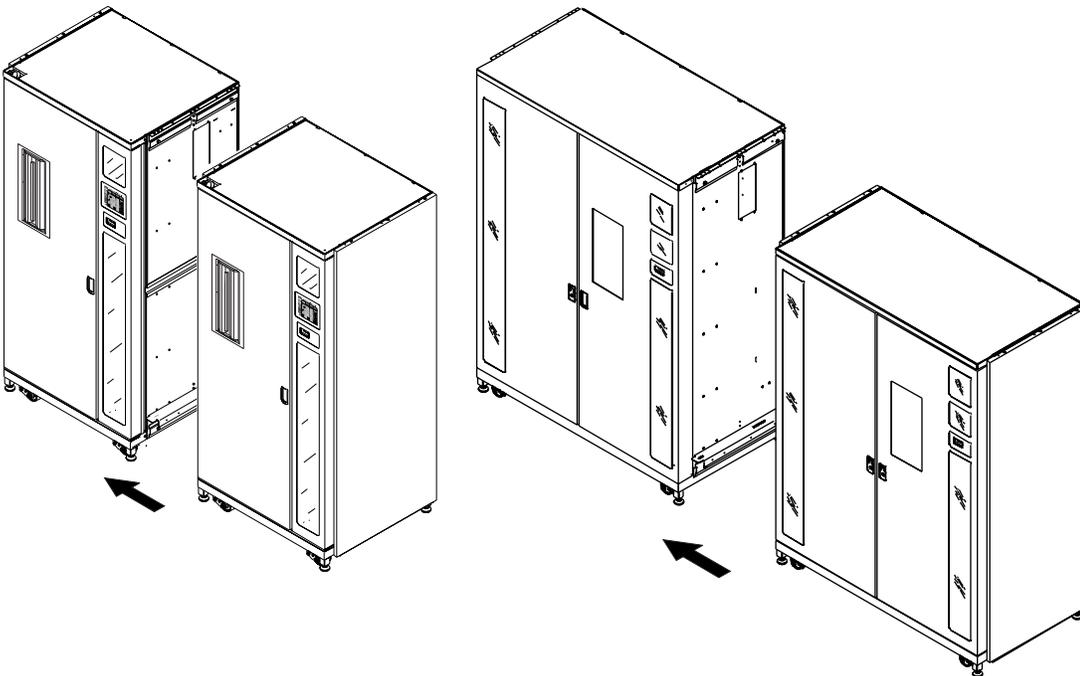

Abbildung 2-4. Verbinden der Library-Schränke
- ❶ Unteres Schrankverbindungsprofil
- ❷ Untere Montagebohrungen am Schrank (rechte Seite der Tape Library)
- ❸ Innere Abdeckung des Flachbandkabels
7. Schieben Sie die Libraries langsam zusammen, bis das untere Schrankverbindungsprofil an der linken Tape Library an der rechten Tape Library anliegt (siehe Abbildung 2-4).